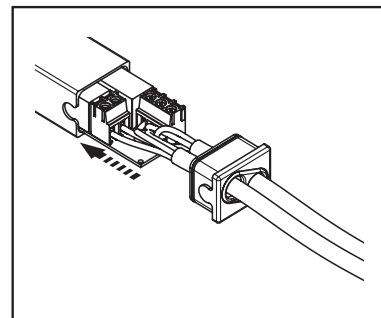

fig.6 Conexión de los cables a los terminales
7. Empuje la placa dentro del contenedor, asegúrese de que la longitud pelada del cable está completamente dentro del contenedor (fig. 6).